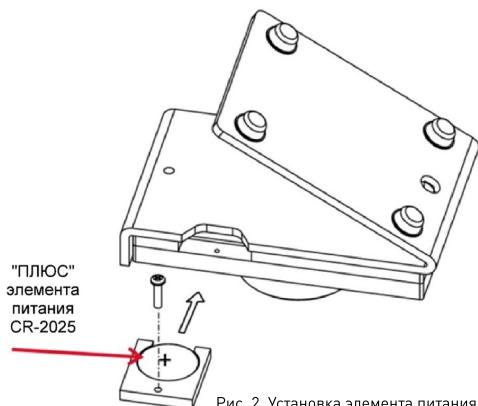

Рис. 2. Установка элемента питания.
- Установите элемент питания в контейнер и установите контейнер в панель, соблюдая полярность, как указано на Рис. 2. Закрепите контейнер в панели при помощи винта.